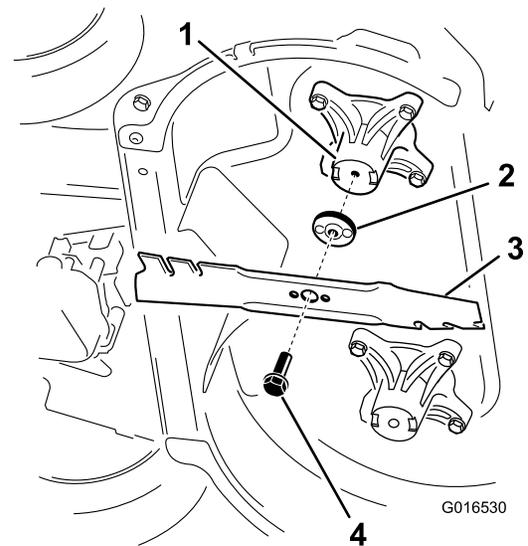

Figure 33
2. Déposez chaque lame comme montré à la Figure 33.
1. Montez la première lame de sorte qu'elle soit horizontale, et reposez toutes les fixations, comme montré à la Figure 33.